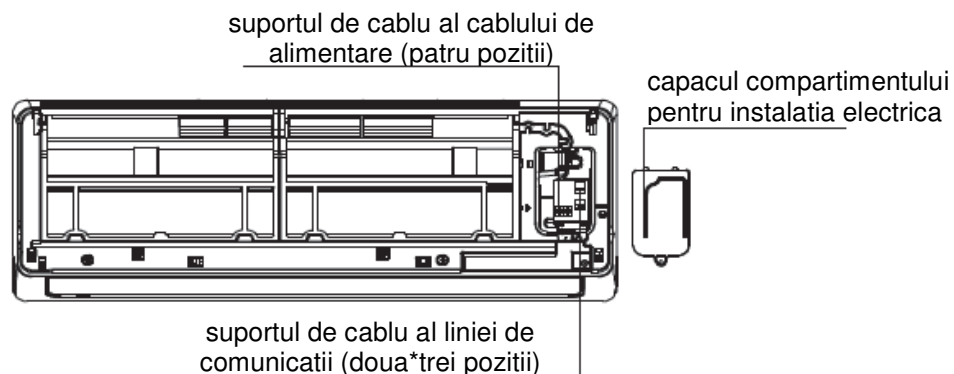

Fig.7-2
2. Conectati individual cablu de alimentare si linia de comunicatie, reglati comutatorul. (vezi Fig. 7-2 ~ 4)